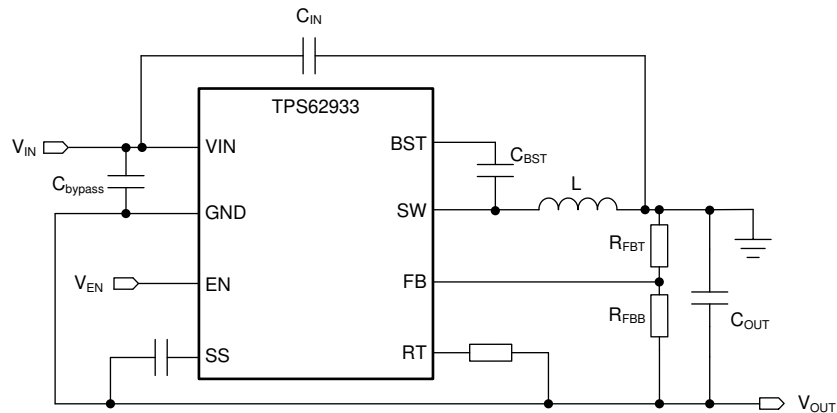
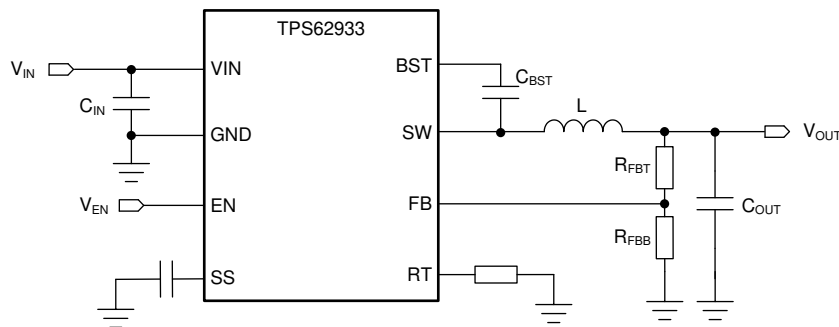

图 2-1. TIDA-050053 方框图
图 2-2. 降压转换器应用
反相降压/升压拓扑与降压拓扑相似。在图 2-2 所示的降压配置中，正极连接 (V_{OUT}) 连接到电感器，返回连接连接到集成电路 (IC) 地 (GND)。然而，在图 2-1 所示的反相降压/升压配置中，IC GND 用作负输出电压引脚。降压配置中的正输出用作 GND。这种反相拓扑允许输出电压反相并且始终低于 GND。